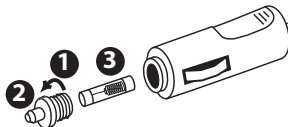

Figur 2: Udskiftning af batterisikringen
2. Fjern sikringsholderen, jf. figur 2.